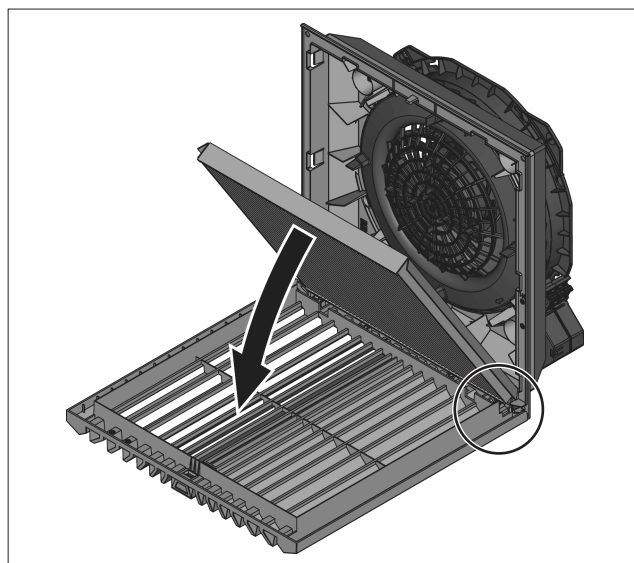

Fig. 14 : insérer le filtre plissé IP54
- Insérer le filtre plissé dans la grille à lamelles. L'inscription « Top » indique le sens d'insertion (voir fig. 14).